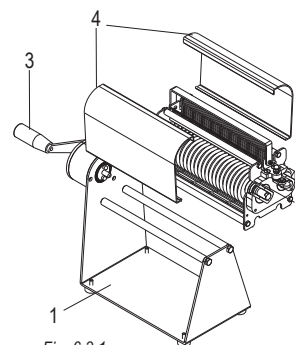

Fig. 6.3.1
- Accrocher les 2 protections lames (réf. 4 fig. 6.3.1) au panier (réf. 2 fig. 6.3.1).
- Poser le panier sur les barres de la base (réf. 1 fig. 6.3.1) et le pousser de façon à ce que les goujons des lames aillent en entraînement.
- Actionner le mouvement des rouleaux avec la poignée (réf. 3 fig. 6.3.1). Les rouleaux doivent amener le produit vers le bas.